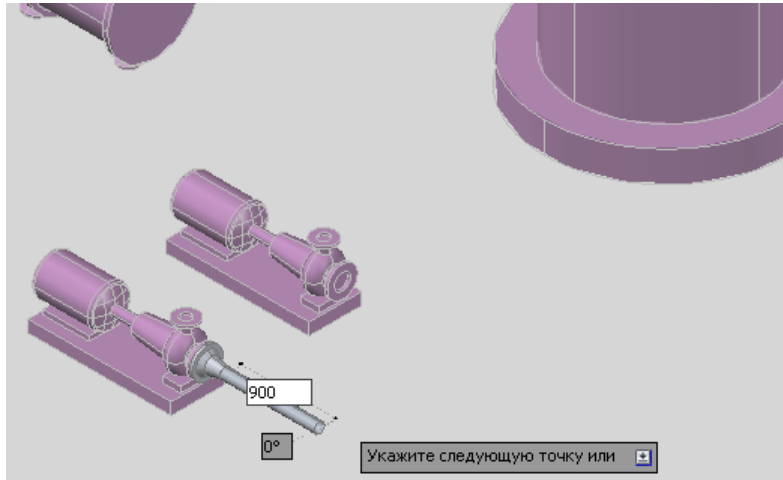

Рис. 77
- Укажите начальную точку (горизонтальный штуцер насоса **H-1001**) и проведите горизонтальный участок трубы длиной **900 мм** в направлении, указанном на Рис. 77.